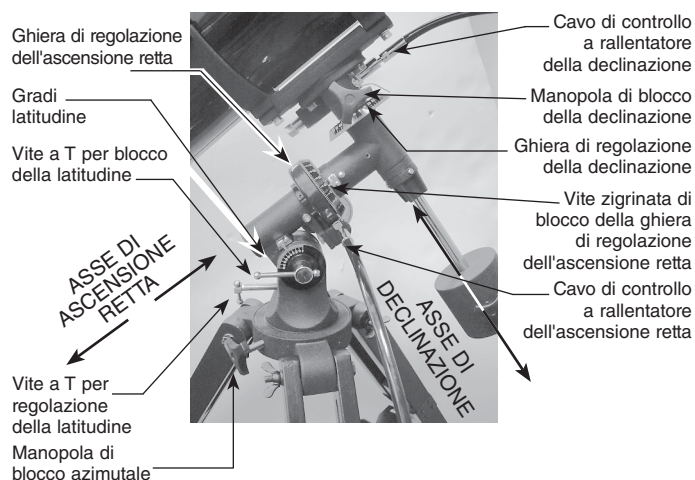

Figura 2. Montatura equatoriale del telescopio SpaceProbe 130 ST
6. Orientare la montatura equatoriale come illustrato nella **Figura 2**, a una latitudine di circa 40° , ossia con il puntatore che segna 40 gradi di latitudine, appena sopra la vite a T per il blocco della latitudine. A tal fine allentare la vite a T per il blocco della latitudine e ruotare la vite a T per la regolazione della latitudine fino ad allineare il puntatore con il riferimento 40, quindi serrare nuovamente la vite a T per il blocco della latitudine. Potrebbe essere necessario riposizionare, ossia ruotare, anche gli assi di declinazione (Dec.) e ascensione retta (R.A.). Assicurarsi di aver allentato le relative manopole di blocco prima di procedere. Serrare nuovamente le manopole di blocco dell'ascensione retta e della declinazione una volta che la montatura equatoriale è orientata correttamente.
Quando si osserva il cielo notturno, con il passare del tempo le stelle sembrano muoversi lentamente da est a ovest. Questo moto apparente è causato dalla rotazione della terra (da ovest a est). Le montature equatoriali (**Figura 2**) sono progettate per compensare questo movimento e consentire di seguire facilmente i corpi astronomici, evitando che escano dal campo visivo del telescopio durante le osservazioni.